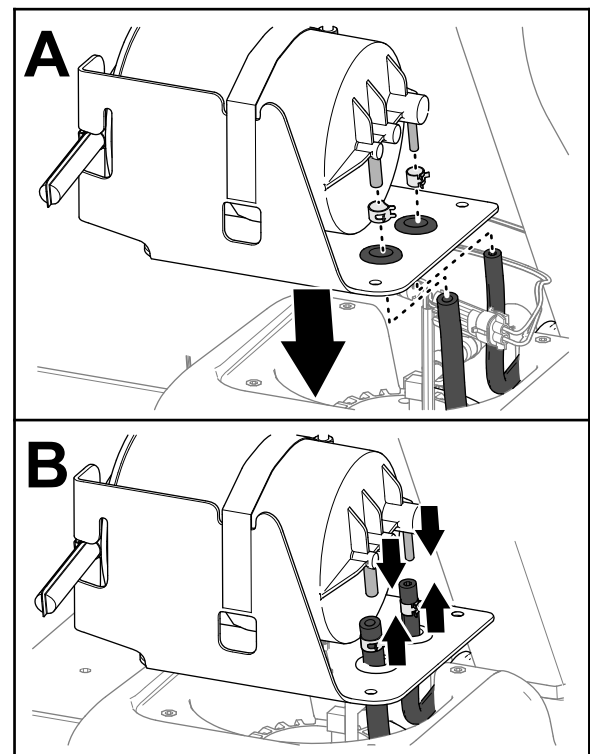

Bild 87
1. Richten Sie die Schläuche des Kraftstofftanks durch die Tüllen der Halterung für den Aktivkohlefilter aus (Bild 87).
2. Bringen Sie die Schlauchklemmen an den Schläuchen an (Bild 87).
3. Montieren Sie die Schläuche auf die Anschlussstücke des Aktivkohlefilters (Bild 87).